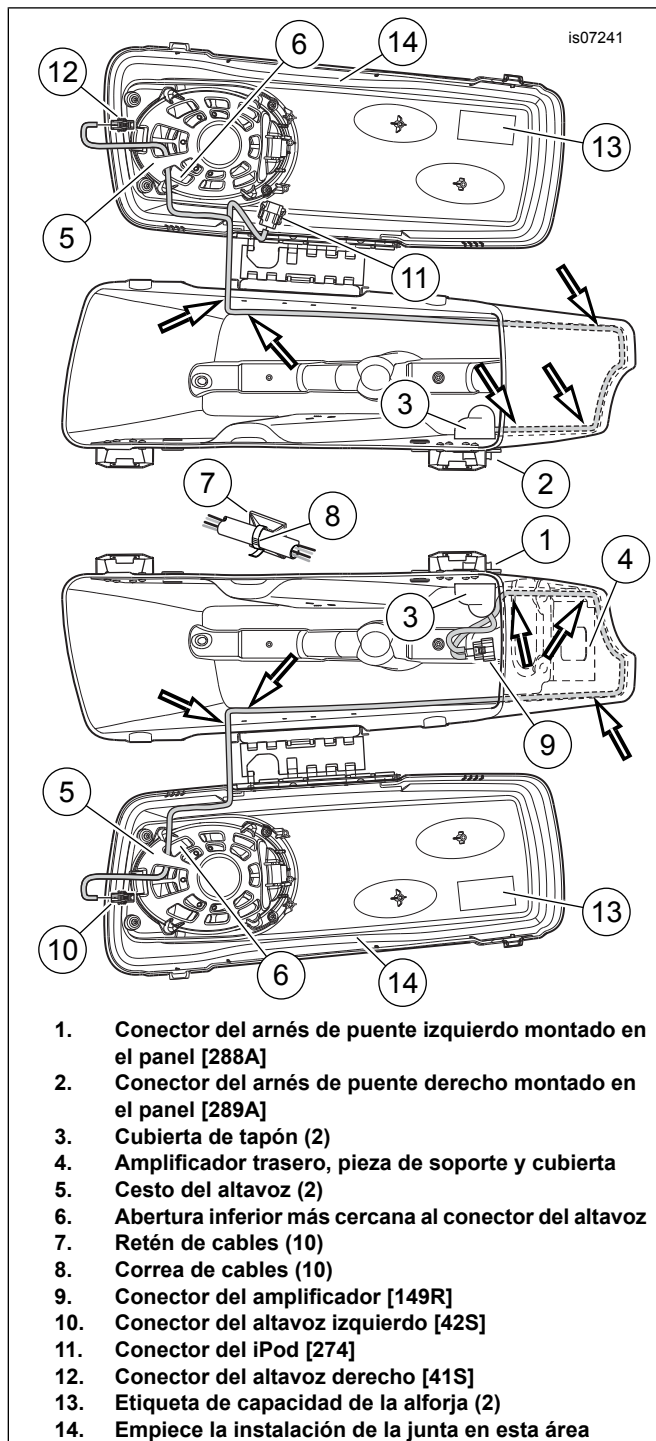
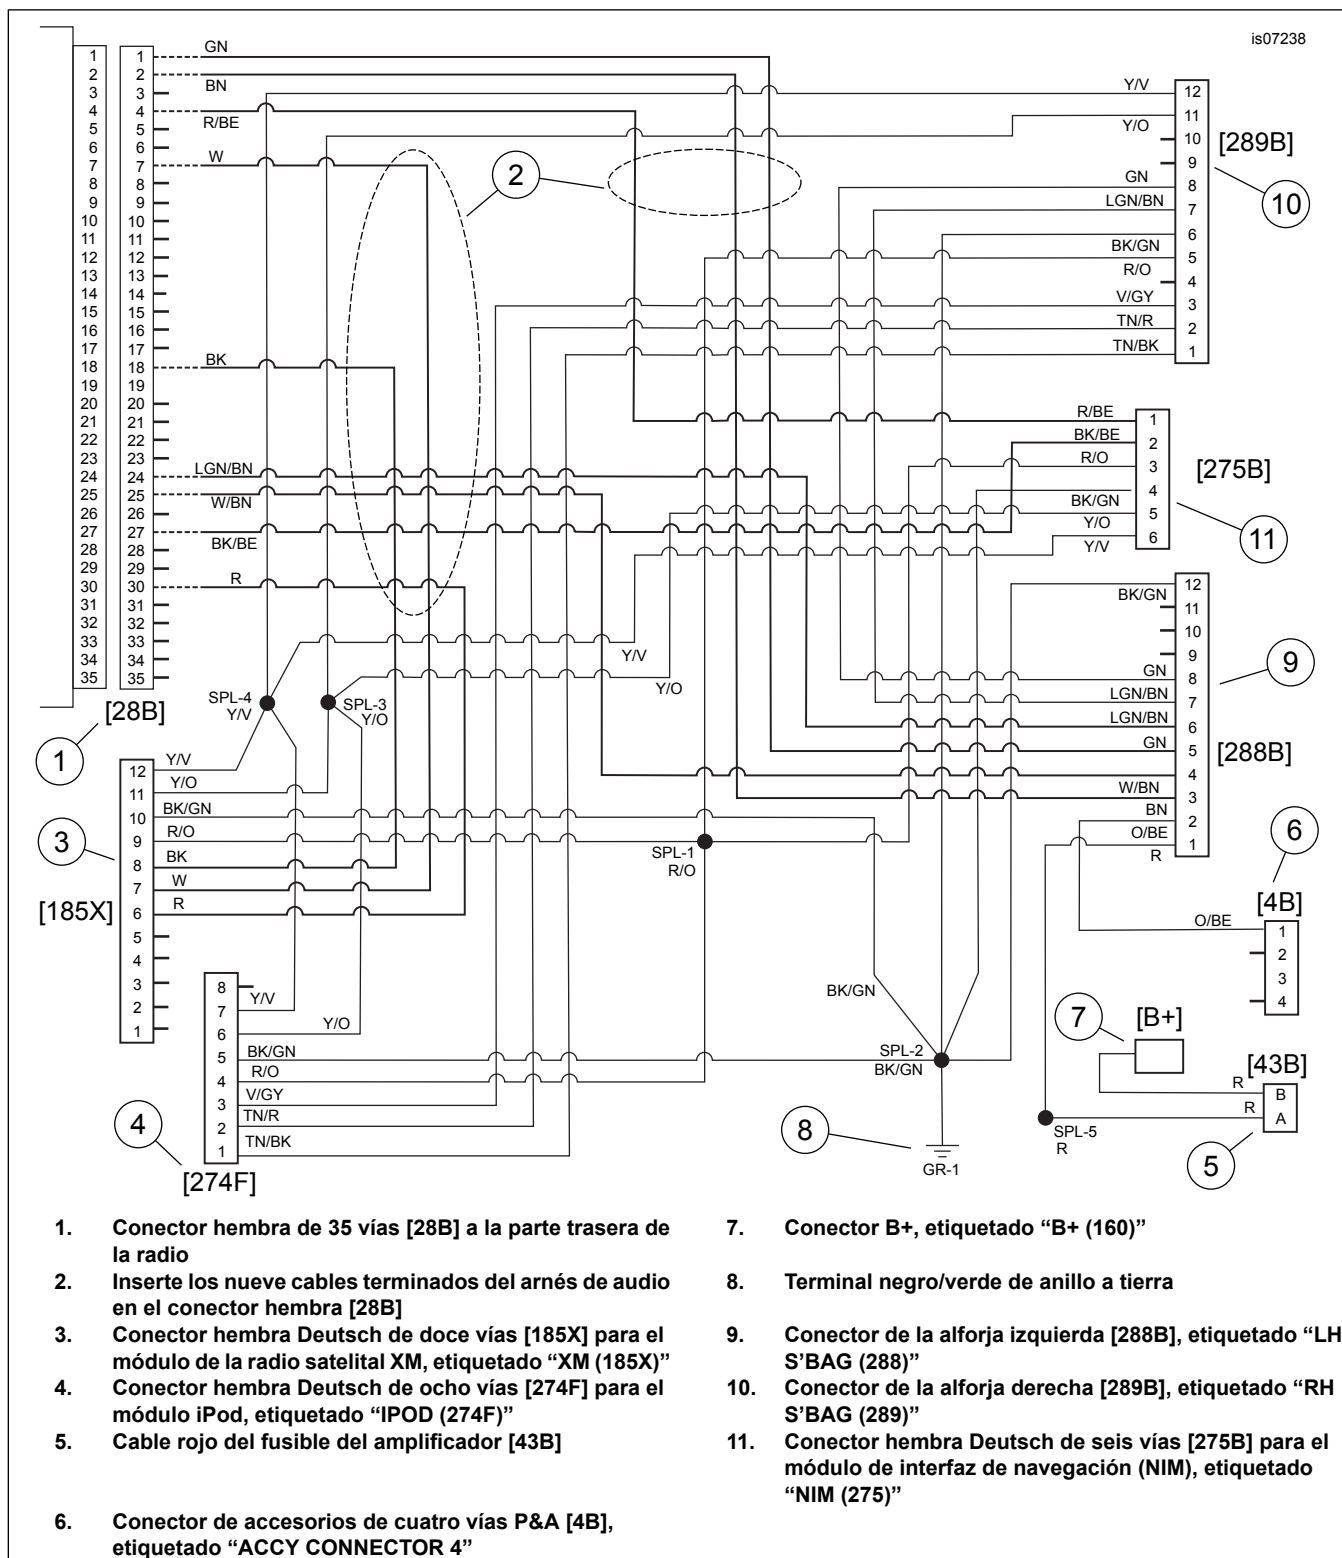
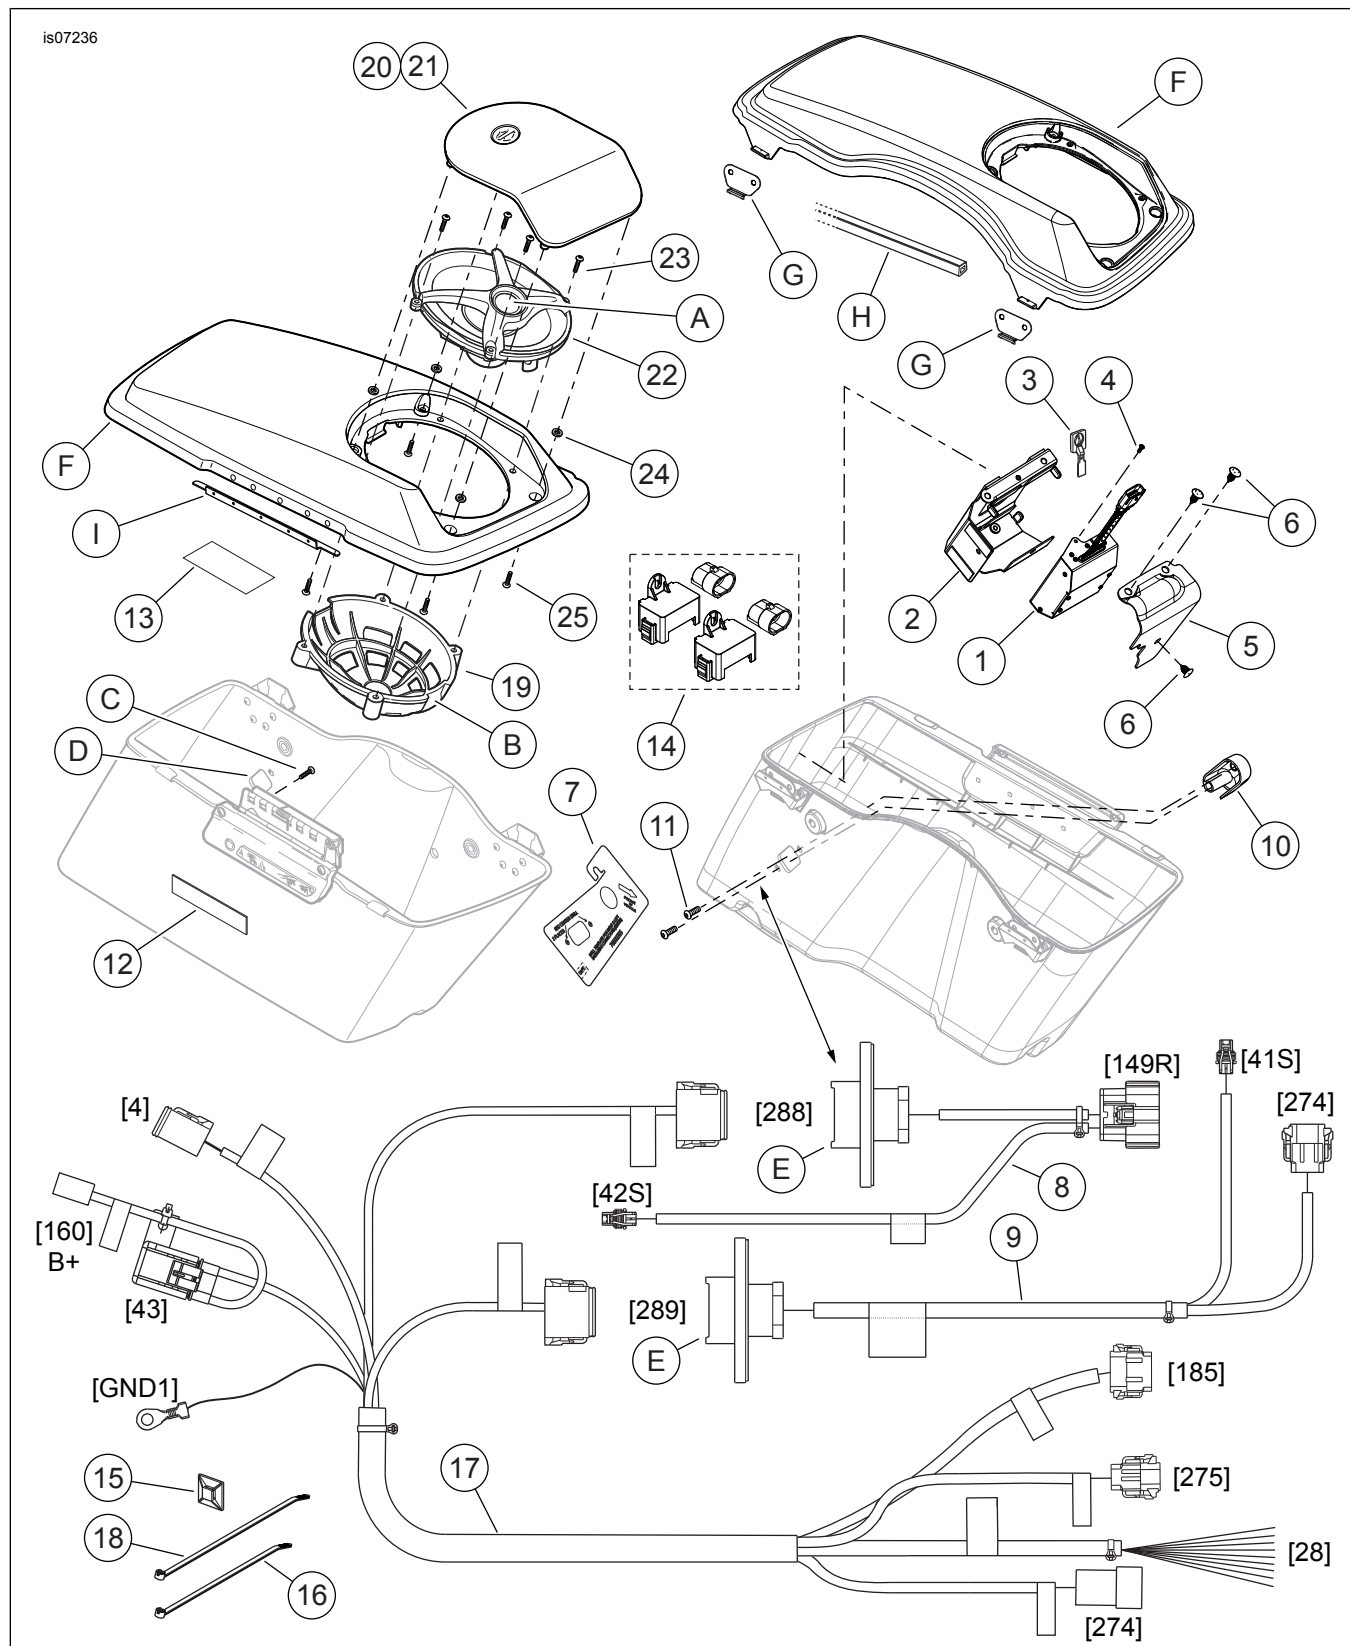

Figura 5. Colocación del arnés dentro de las alforjas
Figura 6. Diagrama de cableado, arnés de audio 69200477
Figura 7. Piezas de servicio: Kit de adición de altavoces CVO
10. Vea Figura 5. Instale la cubierta de tapón (3) sobre el conector montado en el panel (1) y el arnés de puente desde el **interior** de la alforja. Inserte dos tornillos desde el **exterior** a través del reborde del conector y la pared de la alforja y dentro de los agujeros con rosca de la cubierta de tapón. Apriete a 3,95–4,52 N·m (35–40 **in-lbs**). Coloque el arnés en la parte inferior de la alforja.
- Empiece la instalación de la junta en el centro del lado interior de la tapa, opuesto a la bisagra (vea Figura 5, artículo 14).
2. Vea Figura 5. Coloque el arnés de puente del altavoz de la alforja (instalado anteriormente dentro de la alforja):
3. Pase el conector [42S] a través de la abertura inferior (6) del cesto del altavoz (5) más cercana al conector del altavoz y conéctelo al conector del altavoz.
4. Obtenga cinco retenes de cables (7) y cinco correas de cables (8) del kit. Quite el forro del respaldo adhesivo de cada retén de cables y fíjelos a las paredes interiores de la alforja, aproximadamente 25 mm (1 in) arriba del fondo de la alforja, como se muestra. Sujete el arnés de puente a los retenes de cables con correas de cables.
5. Vea Figura 7. Obtenga el amplificador trasero (1), la pieza de soporte (2), el anclaje del espárrago "T" (3), el tornillo (4), la cubierta (5) y las tres presillas de presión (6) del kit.
8. Sujete el amplificador a la pieza de soporte con el tornillo (4).
- Vea Figura 5. Coloque **ambos** ramales del arnés hacia abajo, luego hacia atrás alrededor de la pared del lado exterior y hacia arriba adelante del sujetador de la tapa de la alforja hacia la tapa de la alforja.
2. Pase el conector [41S] (artículo 12) a través de la abertura inferior (6) del cesto del altavoz (5) más cercana al conector del altavoz y conéctelo al conector del altavoz .
3. Sujete cinco retenes de cables (7) a las paredes interiores de la alforja, aproximadamente 25 mm (1 in) arriba de la parte inferior de la alforja, como se muestra. Sujete el arnés de puente a los retenes de cables con correas de cables (8).
4. **Si se va a montar un módulo de iPod en la tapa de la alforja**, siga las instrucciones que aparecen más adelante en este documento. **Si NO se va a montar un módulo de iPod en la tapa de la alforja**, enrolle el tramo del arnés correspondiente al conector [274] (11) contra la pared lateral de la tapa de la alforja. Amarre el tramo enrollado con una correa de cables (8). Use un retén de cables (7) sujeto a la tapa, para evitar que el conector o la alforja se dañen.
1. Vea Figura 7. Obtenga el arnés de audio (17) del kit.
2. Enchufe el conector de 12 vías etiquetado “LH S’BAG 288” en el receptáculo de la alforja del lado izquierdo (vea Figura 5, artículo 1). El conector tiene una característica clave que impide montarlo de forma incorrecta. Escuche claramente un clic.
4. Enchufe el conector de 12 vías, etiquetado “RH S’BAG 289” (2) en el receptáculo de la alforja del lado derecho. Escuche claramente un clic. Sujete de la misma manera ese tramo del arnés de cables en la parte trasera superior del soporte de la alforja.
6. Vea Figura 6. Coloque el conector “B+ (160)” (7) y el conector de accesorios “ACCY CONNECTOR 4” (6) en la zona debajo del asiento. Coloque el portafusibles (5) en un sitio fácilmente accesible. Acople el conector [160] (7) con el conector B+ del vehículo. Acople el conector hembra gris de cuatro vías [4] (6) con el conector macho [4A] del vehículo.
7. Sujete el terminal de anillo [TIERRA-1] (8) al espárrago de la conexión a tierra del lado derecho.
9. Vea Figura 7. Pase los tres ramales de la sección delantera del arnés de audio (17) dentro del fuselaje, a lo largo del paso del arnés de interconexión, hacia la parte superior izquierda del fuselaje interior.
- *Tornillos con cabeza TORX autorroscantes (3) (pieza № 3612)*